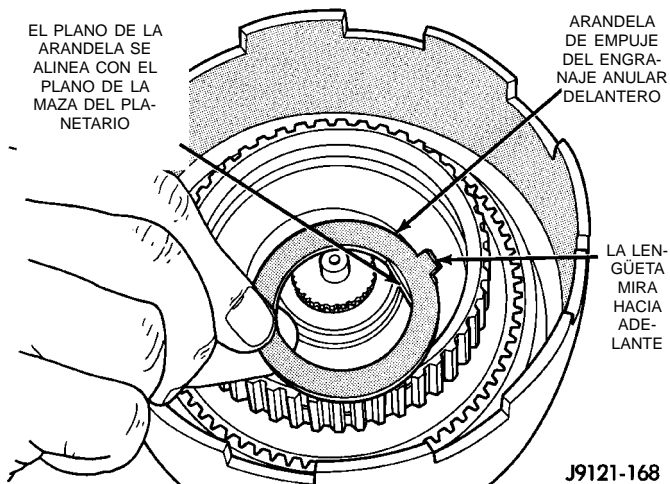

Fig. 193 Instalación de la arandela de empuje del engranaje anular delantero
(19) Instale la arandela de empuje en el engranaje anular delantero (Fig. 193). **Alinee el plano de la arandela con el plano de la maza del planetario. Asegúrese también de que la lengüeta de la arandela mire hacia arriba.**